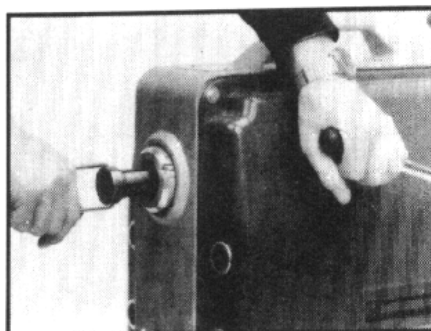

Рис.9.
- c. Нажмите рычаг управления зажимной цангой вниз примерно на 10-20мм и одновременно, потянув за держатель нарезной шпильки, удалите цангу из машины (рис.9.).